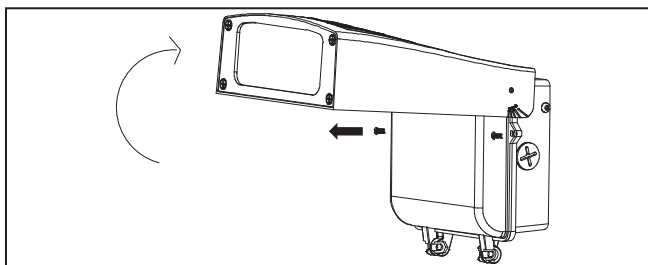

Figura 3
- Con un destornillador de cabeza Phillips, afloje, pero no retire completamente, el tornillo de ajuste del ángulo lateral y ajuste el cabezal del luminario hacia arriba a 90°. (Figura 3)
- Desenrosque la parte superior de la caja del controlador para abrirla. (Figura 3)